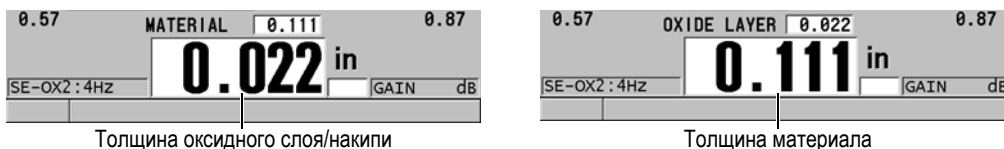

Рис. 7-3 Выбор значения для отображения крупным шрифтом
- c) В поле **КРУПНЫЙ ШРИФТ** выберите значение (толщина материала или оксидного слоя), которое будет отображаться крупным шрифтом на экране измерений (см. Рис. 7-3 на стр. 97).